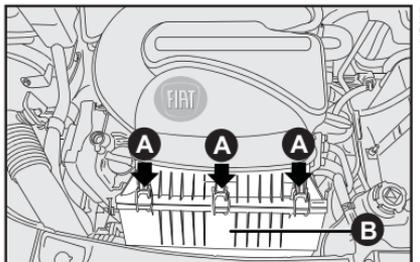

fig. 11
RESERVATÓRIO DE GASOLINA PARA PARTIDA A FRIO - D-fig. 11 (para veículos equipados com motor flex)
SUBSTITUIÇÃO - fig. 11, 12 e 13
- Soltar os grampos **A-fig. 11** e retirar a tampa **B-fig. 11** pelo lado esquerdo;